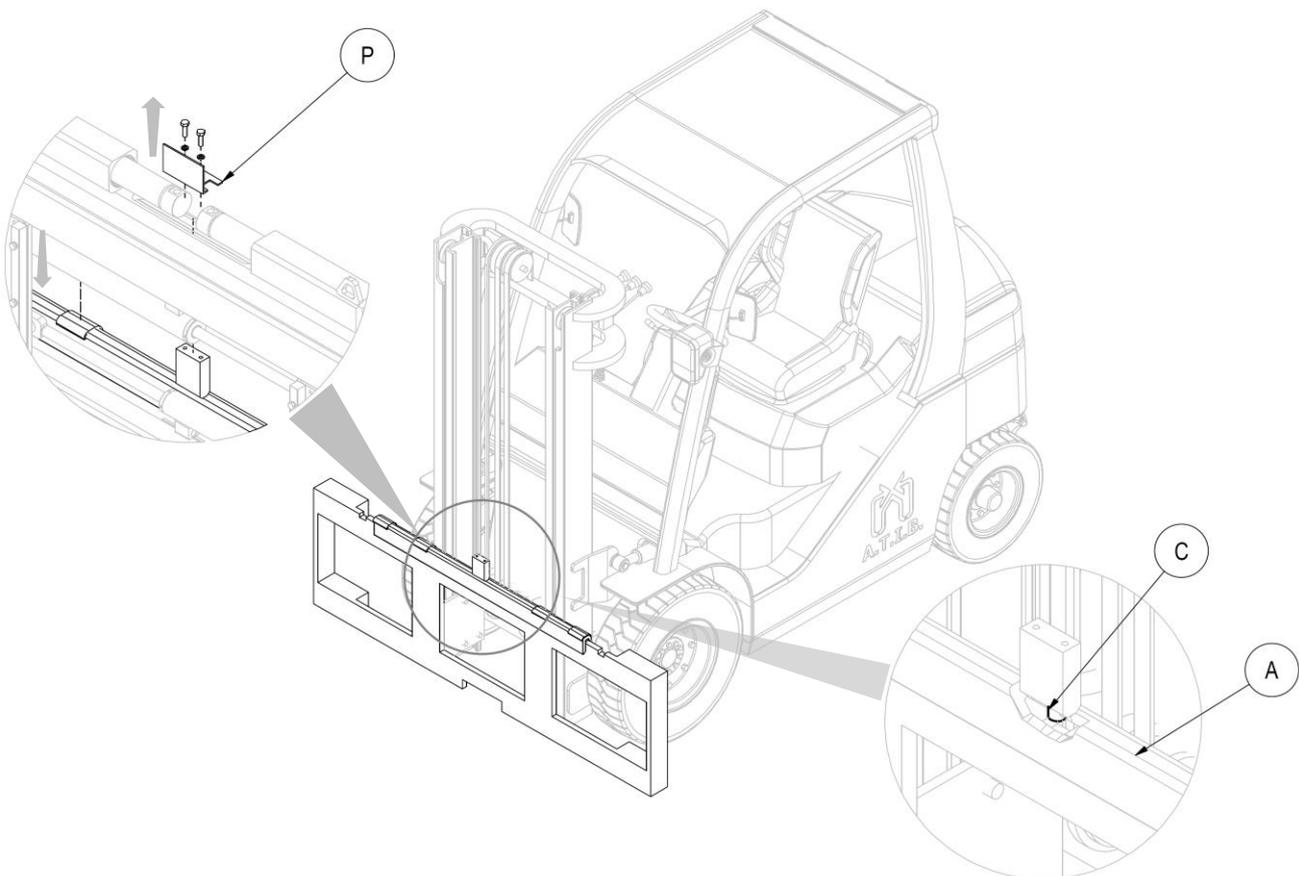

Abbildung 5
4. Nach Entfernen des Schutzbügels(P) mit seinen Schrauben, mit der Hand den Doppelhaken A nehmen (mit ihren Gleitbuchsen), und auf das obere Profil der Trägerplatte der Gabel setzen; dabei ist darauf zu achten, dass der Zentrierstift C in der Kerbe in der Mitte der Platte einrastet (siehe *Abbildung 5*).